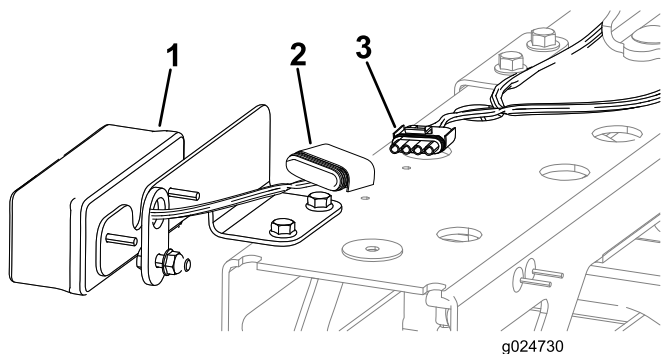

Figura 59
4. Conecte los conectores eléctricos de los intermitentes (Figura 59) como se indica a continuación: